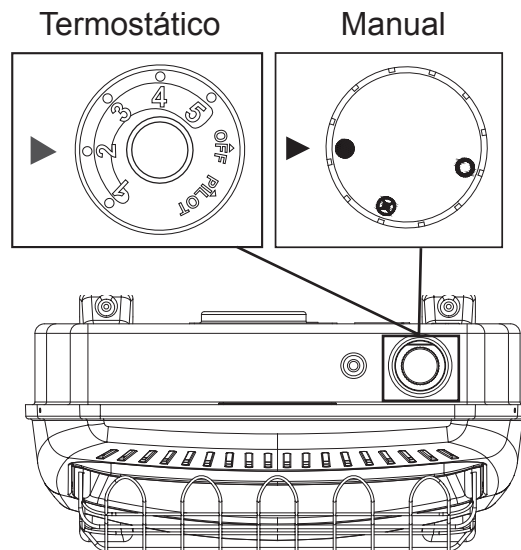

Fig. 25 - Posición de la perilla de control
El termostato usado en este calefactor detecta la temperatura ambiente. A veces, la temperatura ambiente puede ser mayor que la temperatura de ajuste. Si eso ocurre, el calefactor se apagará. El quemador se activará cuando la temperatura ambiente caiga abajo de la temperatura de ajuste. La perilla de control se puede ajustar a cualquier nivel de comodidad entre "HIGH" (5) y "LOW" (1) (Ver Fig. 25).
Las válvulas manuales permanecen quemando en el ajuste "HIGH" ● hasta que se ponen manualmente en la posición "OFF" ○ (Ver Fig. 25).